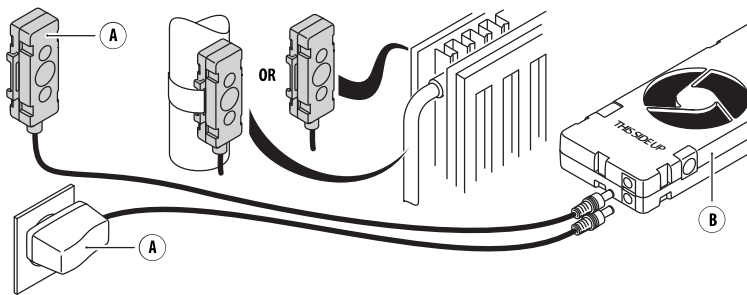

Abb. 3 - Anschließen des Netzadapters (A1) und Temperaturfühlers (A2).
- Bringen Sie den **Temperaturfühler** (A2) mit den Magneten (a2, a3) auf der Rückseite des Heizkörpers in der Nähe des Warmwasserzulaufrohrs oder am Rohr selbst an (siehe Abb. 3).
5. Verbinden Sie den **Netzadapter** (A1) mit der verbleibenden **Anschlussbuchse** (b1 oder b2) und der Steckdose (siehe Abb. 3).